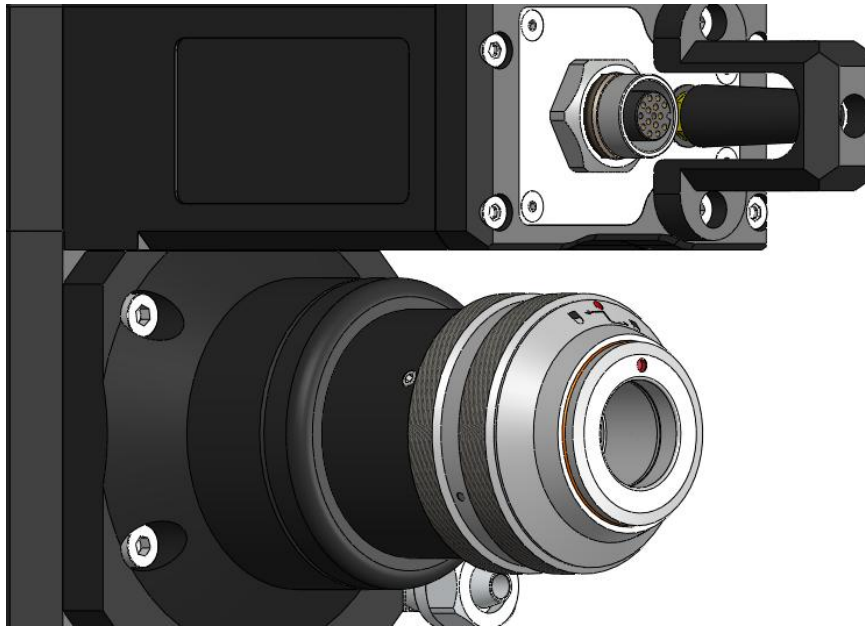

图2.0
- ③ 将QBH连接器拧至打开状态：逆时针方向旋至极限位置（可以感觉到“噎”的一声），注意转到位即可，不要大力拧动，否则可能会损坏QBH内部结构，如图2.0所示。